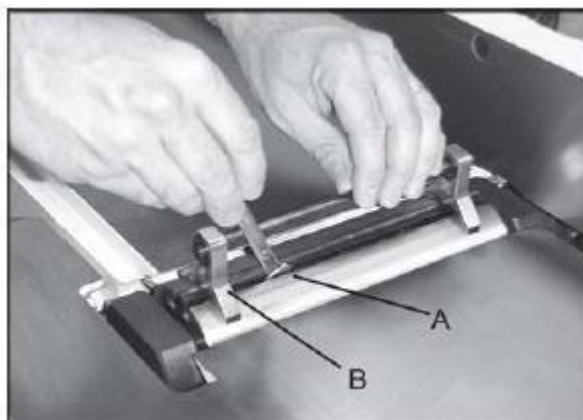
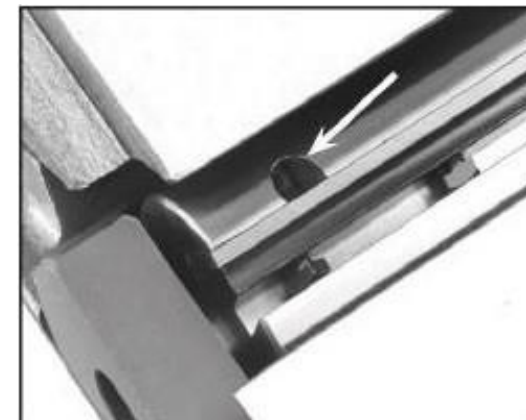

Рис. 17
Рис. 18
7. Если нож выше или ниже в одной из точек, ослабить болт прижимной планки режущего вала (**Рис. 17 А**), вращая по часовой стрелке, глядя от подающего стола.
8. Поставить калибр для регулировки ножа (**Рис. 17 В**) на режущий вал поверх ножа. Прижимными винтами через отверстия для доступа к ним (**Рис. 18**), вращая их, поднять или опустить нож. После регулировки нож должен слегка касаться среднего выступа приспособления для регулировки ножей. Повторить операции 7-8 по остальным ножам.